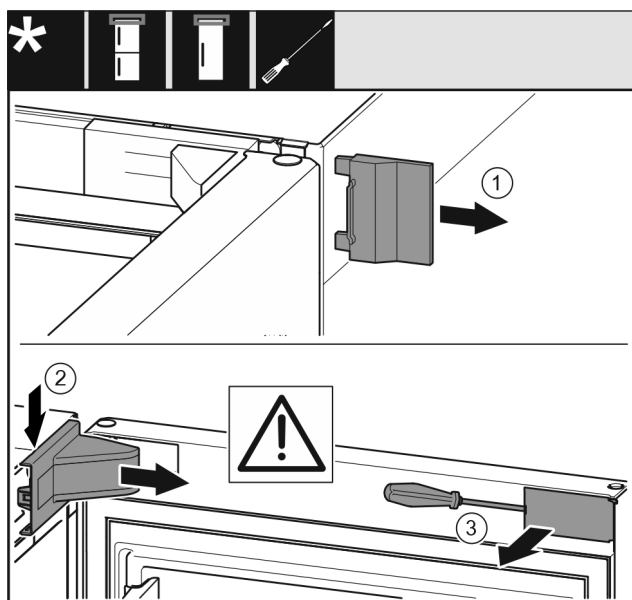

Fig. 8
- Свалете външния капак Fig. 8 (1).
- Освободете и свалете капака на лагерната стойка Fig. 8 (2).
- Освободете капачката Fig. 8 (3) с плоска отвертка и я завъртете настрана.